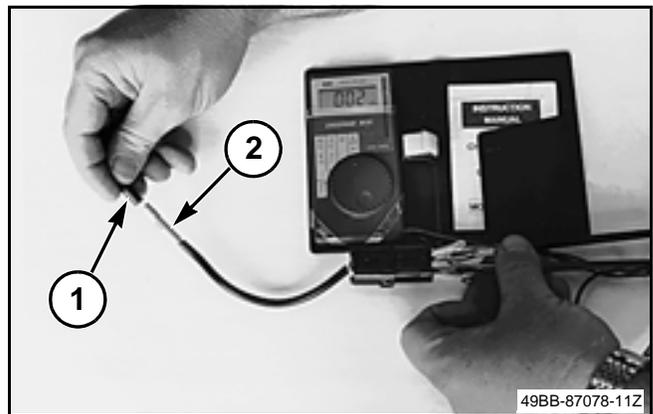

FIG. 118
FIG. 118: Acerque el actuador (imán) (1) al extremo del interruptor (2), como se muestra. El multímetro debe indicar continuidad. Si el multímetro no indica continuidad, reemplace el interruptor.